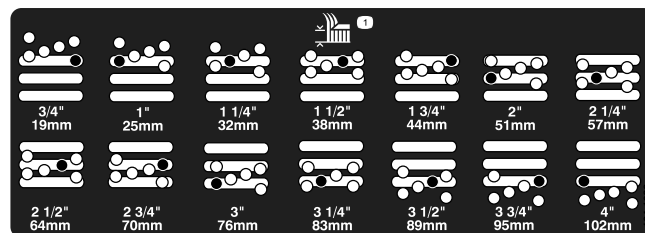

Figure 4
5. Placez la chambre à la hauteur de coupe voulue et mettez l'entretoise dans le trou et la fente correspondant à la hauteur de coupe désignée (Figure 4).